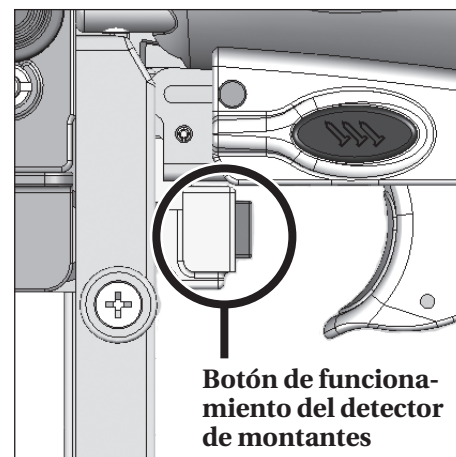

Figura 22
5. Presione apenas la punta contra la pared en donde no haya montantes cerca. Presione prolongadamente el botón de funcionamiento del detector de montantes (ver Figura 22). La "placa" del detector de montantes debe estar plana contra la pared.